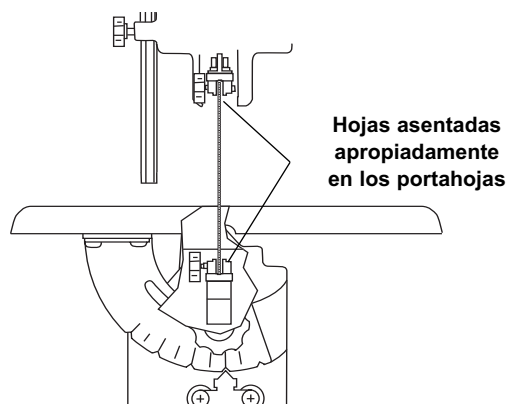

Figura 10. Instalación de las Hojas
3. Instale la hoja introduciendo uno de sus extremos a través del agujero de acceso ubicado en la mesa y centrando la hoja en la ranura para la hoja que está en los portahojas superior e inferior (Figura 10).